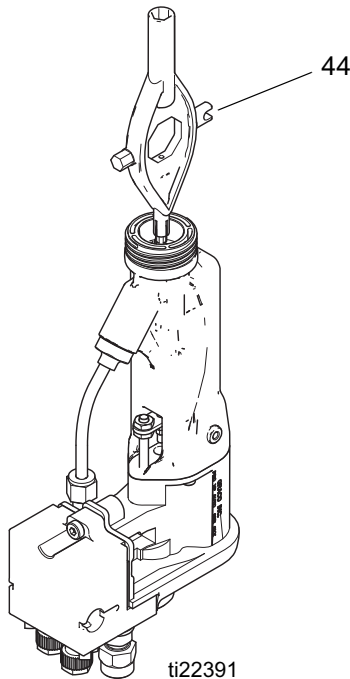

FIG. 29. Elektrodu Deęiřtirme
3. Çok iřlevli alet (44) ile elektrotu (3) skn. FIGURE 29.